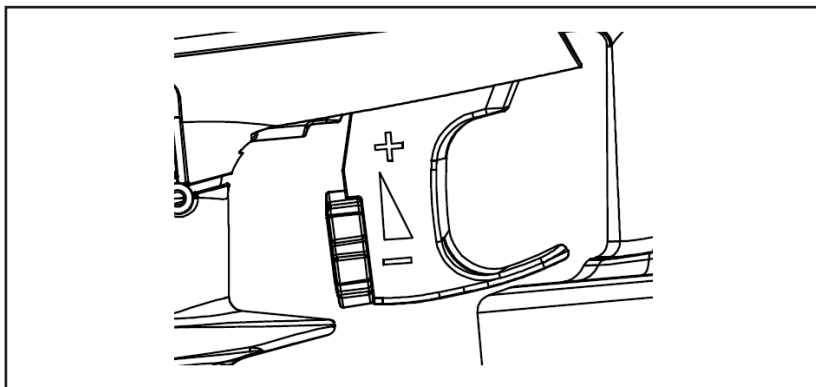

рис. 6
- Отрегулируйте объем материала (рис. 6).